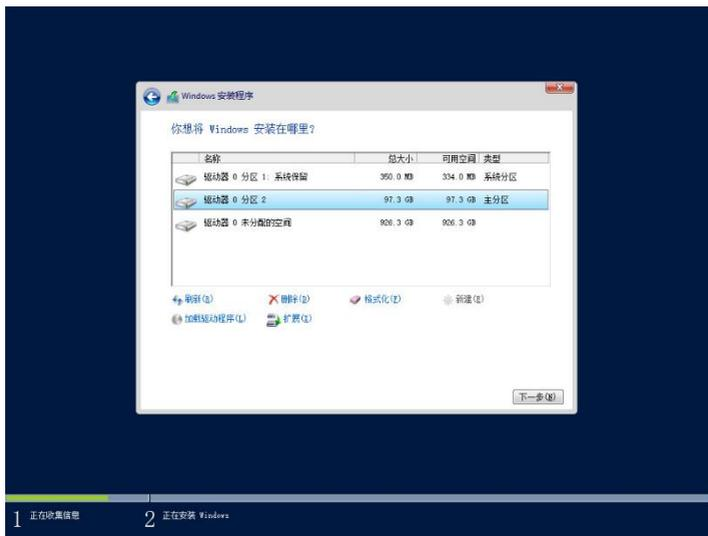

图 6-10
- k. 单击确定系统会自动为系统文件创建一个额外的分区。如图 6-10 所示。